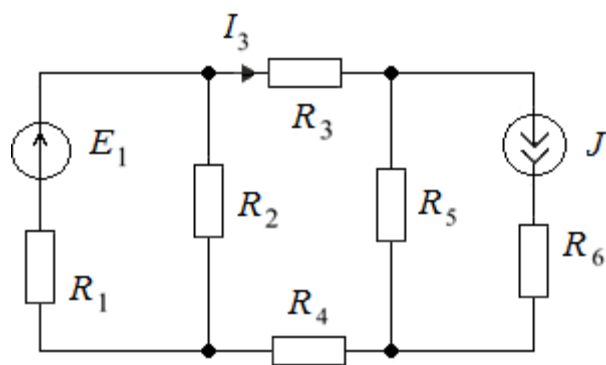

Рис. 130
63. В схеме на рис. 130 методом эквивалентного генератора определить ток I_3 , если $E_1 = 20$ В, $J = 1$ А; $R_1 = R_2 = 10$ Ом; $R_3 = R_5 = R_6 = 5$ Ом; $R_4 = 15$ Ом.